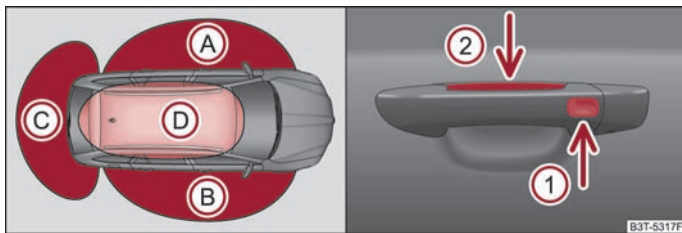

Abb. 27 KESSY: Bezeichnung der Bereiche und Ent- / Verriegeln des Fahrzeugs
- Sensor an der Außenseite des Türgriffs der vorderen Tür ① ⇒ Abb. 27 - dient zum Verriegeln des Fahrzeugs,
- Sensor an der Innenseite des Türgriffs der vorderen Tür ② ⇒ Abb. 27 - dient zum Entriegeln des Fahrzeugs.
Befindet sich ein gültiger Funkschlüssel im Bereich ① ⇒ Abb. 27 oder ② am Fahrzeug, ist es möglich das Fahrzeug mittels der jeweiligen Tür im Bereichs, in dem sich der Schlüssel befindet, zu entriegeln. D. h., wenn sich der Schlüssel im Bereich
① befindet, können Sie das Fahrzeug am Griff der vorderen linken Tür entriegeln. Befindet sich der gültige Schlüssel im Bereich ②, ist es möglich die Gepäckraumklappe zu entriegeln.
- Fassen Sie den Türgriff der vorderen Tür oder bedecken Sie den Sensor ② ⇒ Abb. 27 mit der ganzen Handfläche, das Fahrzeug wird entriegelt. Wenn Sie beim Entriegeln den Sensor ② und gleichzeitig den Sensor ① überdecken, wird das Fahrzeug nicht entriegelt.
Nach dem Verriegeln des Fahrzeugs mit Hilfe des Sensors ① ⇒ Abb. 27 ist es 2 Sekunden lang nicht möglich das Fahrzeug mit Hilfe des Sensors ② zu entriegeln. Damit ist es möglich durch Ziehen am Griff zu prüfen, ob das Fahrzeug verriegelt ist.
- Benutzen Sie beim Ent-/Verriegeln des Fahrzeugs mit Hilfe der Sensoren ① ⇒ Abb. 27 oder ② keine Handschuhe oder andere Gegenstände, die einen direkten Kontakt der Hand und des Sensors verhindern könnten.
Wenn nach Verriegeln und Schließen aller Türen inklusive Gepäckraumklappe der Schlüssel, mit dem das Fahrzeug verriegelt wurde, im Fahrzeug im Bereich ④ ⇒ Abb. 27 bleibt, aktiviert sich der Schutz gegen ungewolltes Einsperren des Schlüssels im Fahrzeug und es entriegelt wieder.
Wenn das Fahrzeug innerhalb von 60 Stunden nicht entriegelt wird, werden die Sensoren ① ⇒ Abb. 27 und ② im Griff der Beifahrertür automatisch deaktiviert. Für eine erneute Aktivierung muss eine der folgenden Bedingungen erfüllt werden:
- Entriegelung der Fahrertür mit Hilfe des Sensors ② ⇒ Abb. 27,
Wenn das Fahrzeug innerhalb von 90 Stunden nicht entriegelt wird, werden auch die Sensoren ① ⇒ Abb. 27 und ② im Griff der Fahrertür automatisch deaktiviert. Für eine erneute Aktivierung muss eine der folgenden Bedingungen erfüllt werden:
Wenn Sie beim Verriegeln des Fahrzeugs den Finger auf dem Sensor ① ⇒ Abb. 27 länger als 2 Sekunden halten, werden geöffnete Fenster und das Panorama-Schiebedach geschlossen. Lassen Sie den Sensor ① los, wird der Schließvorgang unterbrochen. Wenn Sie den Sensor ① wieder berühren, wird der Schließvorgang der Fenster und des Panorama-Schiebedachs fortgesetzt.